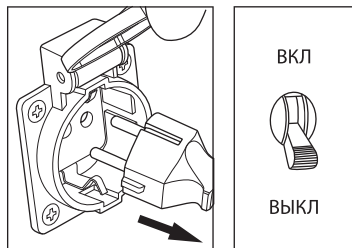

рис. 5
6. Отсоедините все электрические нагрузки, отключите подачу напряжения на панели штепсельных розеток. Переведите основной прерыватель цепи переменного тока в положение «ВЫКЛ» (рис. 5).
6. Отсоедините все электрические нагрузки, отключите подачу напряжения на панели штепсельных розеток (рис. 5).